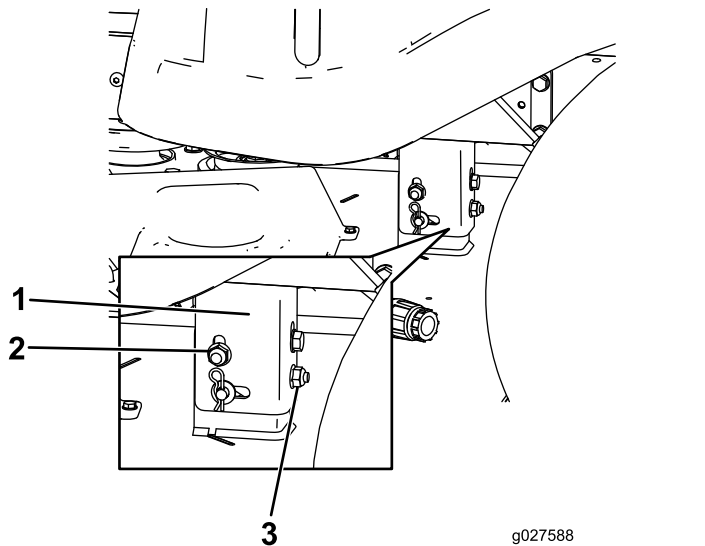

Рисунок 67
8. Поднимите или опустите левую сторону деки газонокосилки, вращая заднюю контргайку (Рисунок 67).
Примечание: Вращайте заднюю контргайку по часовой стрелке, чтобы поднять деку газонокосилки; вращайте заднюю контргайку против часовой стрелки, чтобы опустить деку газонокосилки (Рисунок 67).